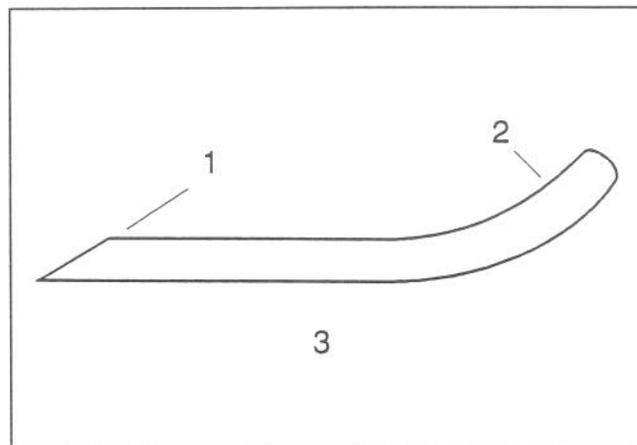

Fig. 21
7. A l'aide d'une lime, aiguiser le tranchant de la lame à chaque extrémité (Fig. 21). Limer le dessus de la lame uniquement, pas le dessous.